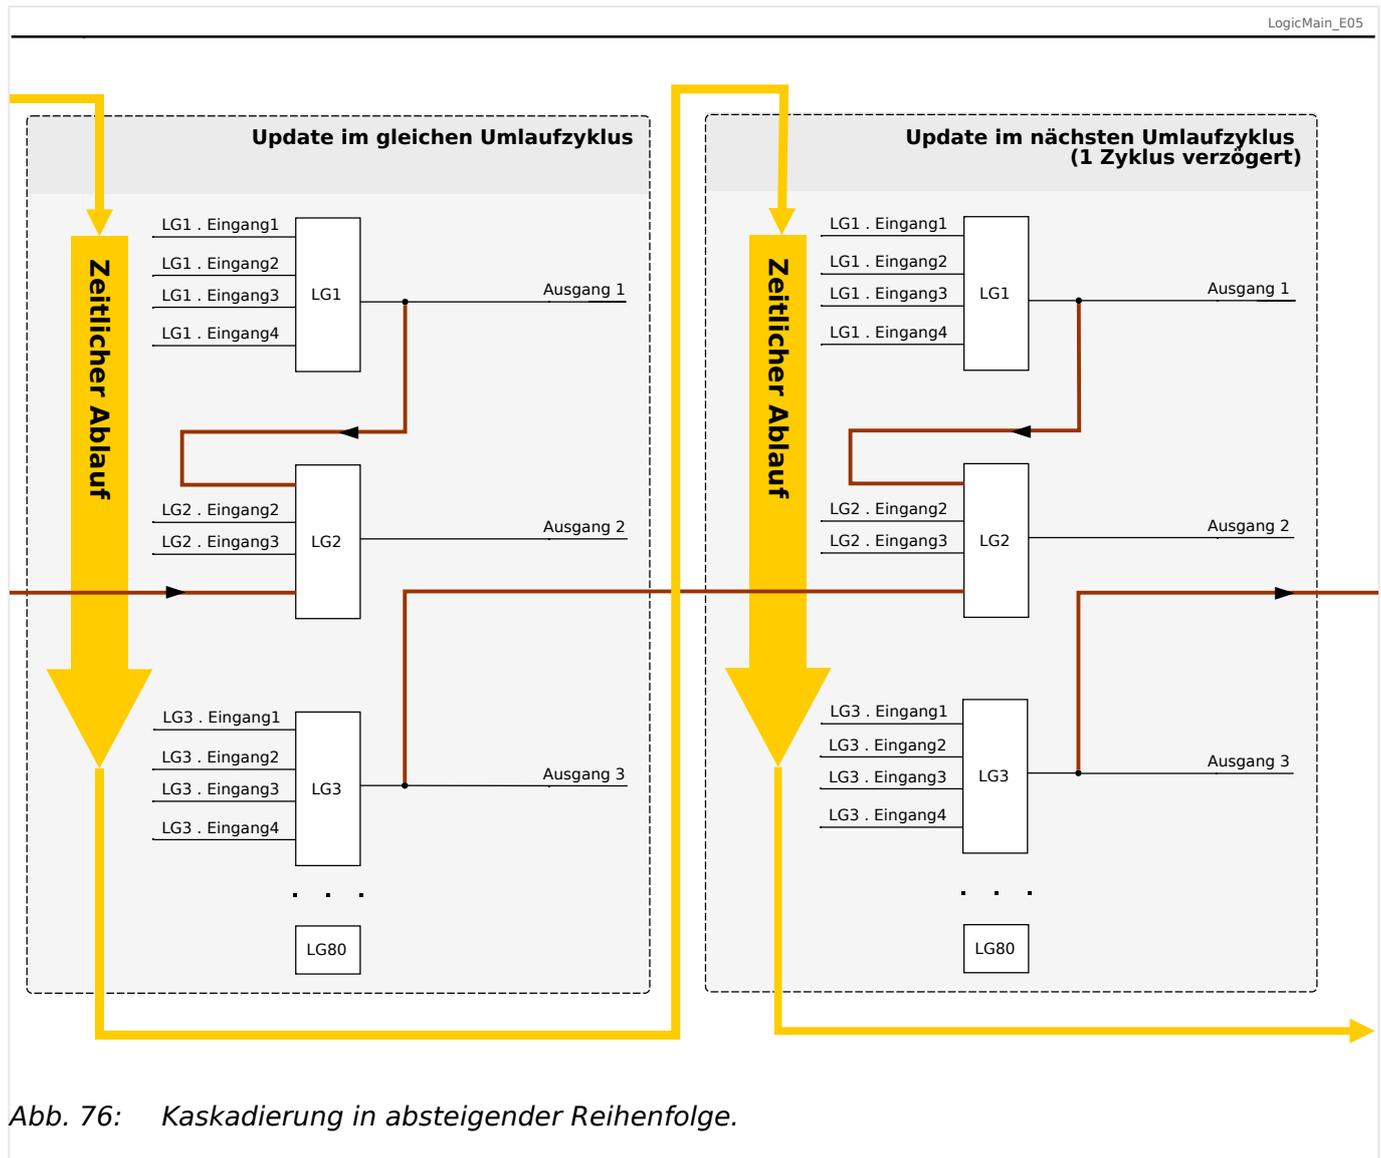

Abb. 76: Kaskadierung in absteigender Reihenfolge.
- Kaskadierung in **absteigender** Reihenfolge bedeutet, dass der Ausgang einer Logikgleichung auf den Eingang einer Logikgleichung mit **niedrigerer** Nummer rangiert wird. Das Diagramm  **Abb. 76** zeigt ein Beispiel, bei dem der Ausgang von LG3 auf einen Eingang von LG2 rangiert wird.
Bei der Konfiguration des Schutzgerätes bestehen keinerlei Einschränkungen oder Unterschiede zwischen aufsteigender und absteigender Reihenfolge. Da allerdings während der Laufzeit des MRI4 die Logikgleichungen in aufsteigender Reihenfolge ausgewertet werden, haben die resultierenden Ausgangswerte, die am Eingang der Logikgleichung anstehen, ein unterschiedliches „Alter“, wie in  **Abb. 75** und  **Abb. 76** veranschaulicht wird.
Das in Abb. 76 gezeigte Beispiel zeigt eine Konfiguration von „Logikgleichung 2“, die den Ausgang von zwei weiteren Logikgleichungen, „Logikgleichung 1“ und „Logikgleichung 3“, als Eingangszustände verwendet. Hierbei ist der Ausgang von „Logikgleichung 1“ in aufsteigender Reihenfolge verwendet, sodass der Wert in jeweils demselben Prozesszyklus ermittelt wird. Der Ausgang von „Logikgleichung 3“ wird in absteigender Reihenfolge verwendet, sodass der Wert in dem jeweils vorherigen Prozesszyklus ermittelt wurde.